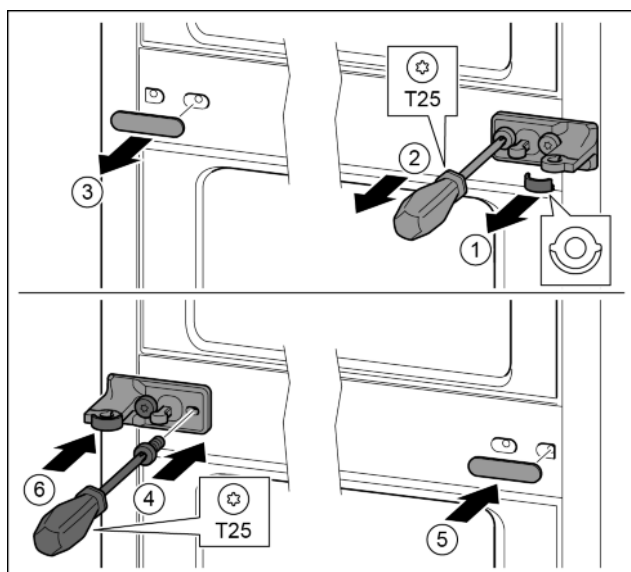

Fig. 34
- ▶ Zdjąć podkładkę. Fig. 34 (1)
- ▶ Śruby wykręcić przy pomocy śrubokręta T25. Fig. 34 (2)
- ▶ Ostrożnie zdjąć osłonę. Fig. 34 (3)
- ▶ Płytkę zawiasu wraz z folią obrócić o 180° przykręcić z drugiej strony. Fig. 34 (4)
- ▶ Osłonę obrócić o 180° założyć z drugiej strony. Fig. 34 (5)
- ▶ Podkładkę wsunąć od przodu. Fig. 34 (6)